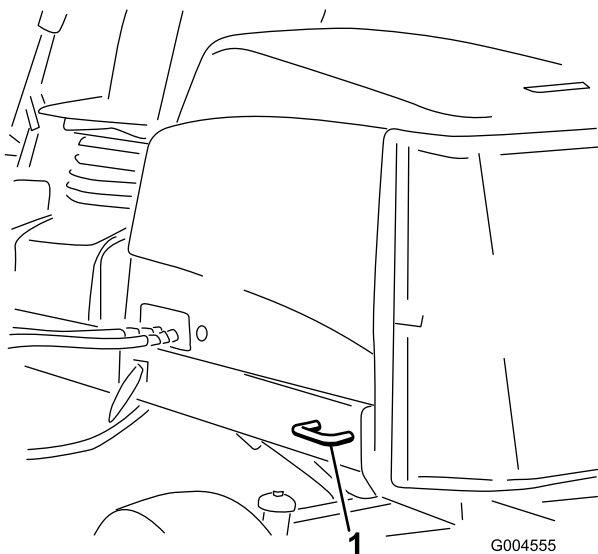

Bild 25
- Hinten: Jede Maschinenseite am hinteren Rahmen (Bild 25).